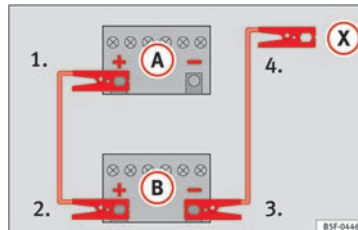

Fig. 67 Esquema de conexión para vehículos sin sistema Start Stop.
2. Emborne un extremo del cable **rojo** de emergencia al polo positivo (+) del vehículo con la batería descargada (A)»» **fig. 67**.
3. Emborne el otro extremo del cable **rojo** de emergencia al polo positivo (+) del vehículo que suministra la corriente (B).
4. *En los vehículos sin sistema Start-Stop:* emborne un extremo del cable **negro** de emergencia al polo negativo (-) del vehículo que suministra la corriente (B)»» **fig. 67**.
- *En los vehículos con sistema Start-Stop:* emborne un extremo del cable **negro** de emergencia (X) a un terminal de masa adecuado, a una pieza de metal maciza que